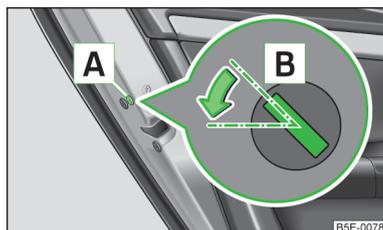

Abb. 210
- › Die Blende **A** abbauen » Abb. 210.